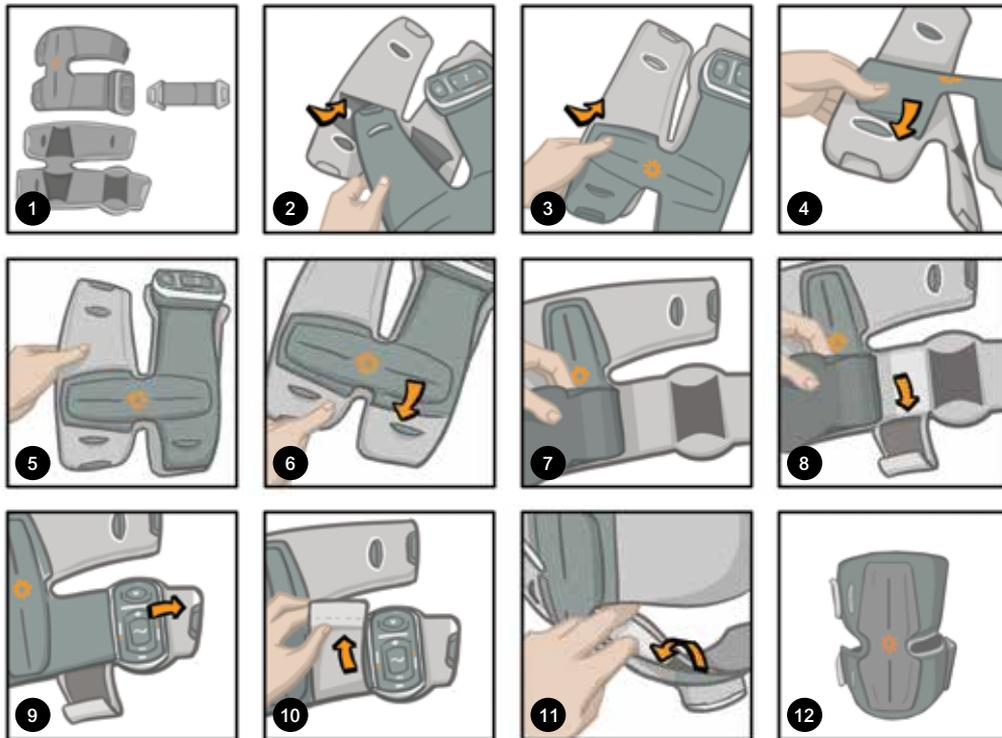

Figura 8-15: Fixação da cobertura do manguito da coxa para uso doméstico
1. Insira o painel superior do manguito da coxa na cobertura primeiro, e em seguida, fixe o bolso de velcro em volta do painel inferior. Veja a Figura 8-15.